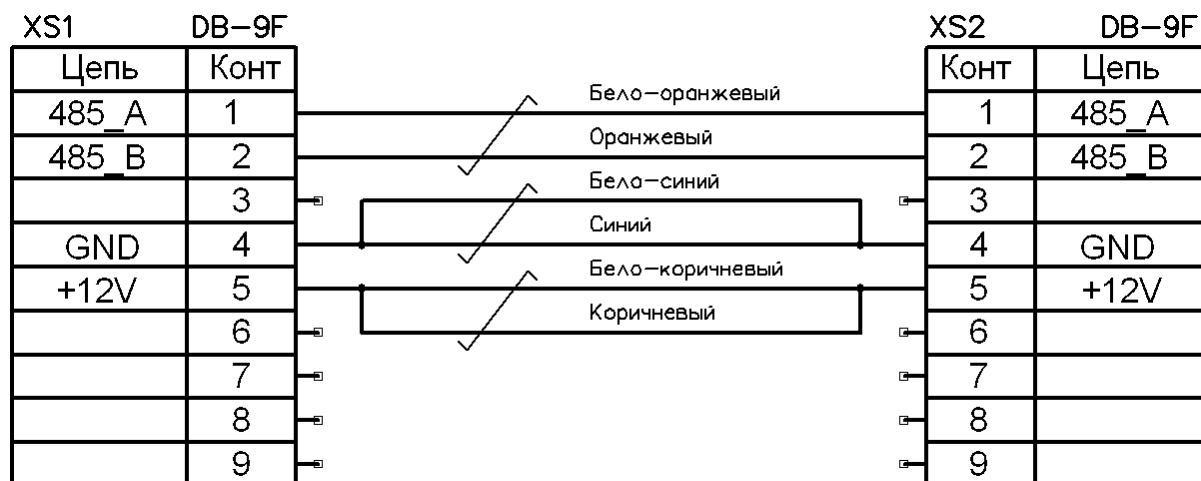

Рис.3.17. Схема распайки кабеля БО-БРР.
3.9.4. Соединительный кабель БО-БРР необходимой длины собирается потребителем по схеме распайки кабеля рис.3.17. Для сборки кабеля в комплекте с БРР идут два разъёма типа DB9F.